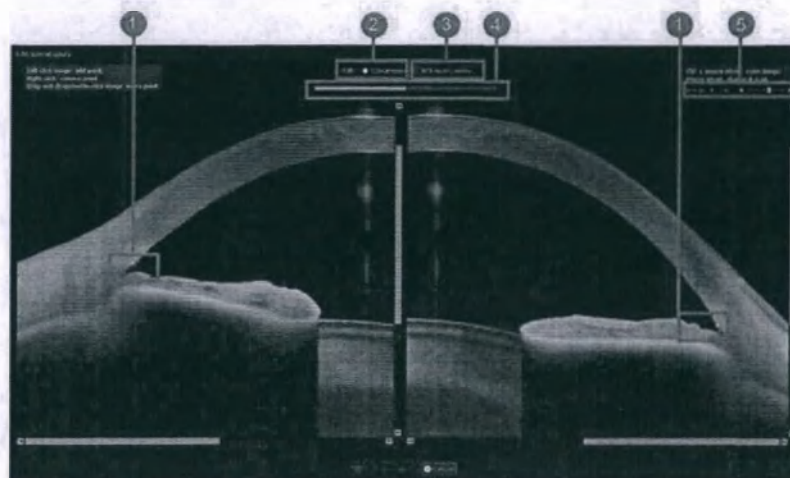

Рис. 73. Редактирование склеральных шпор и точек углубления АСА
1. ► Чтобы отметить и отредактировать склеральные шпоры, установите флажок «Склеральные шпоры» (рис. 73/2) над ОКТ-изображением.
- ⇒ Желтая точка отображается в каждом углу передней камеры (рис. 73/1).
1. _► Чтобы отметить и отредактировать точки углубления угла передней камеры, установите флажок «Точки углубления АСА» (рис. 73/③) над ОКТ-изображением.
⇒ В каждой точке углубления угла передней камеры отображается красная точка (рис. 73/④).